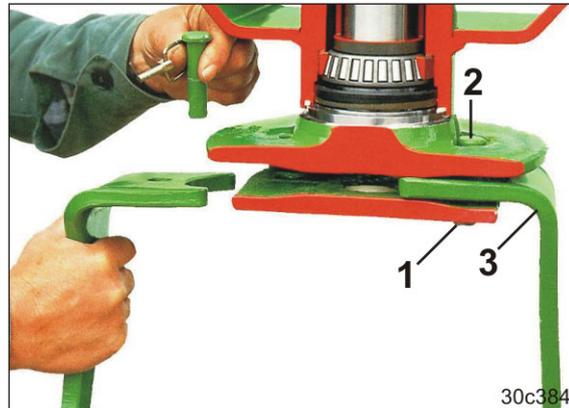

Fig. 162
2. Den Klapstecker (Fig. 162/1) entfernen.
3. Den Bolzen (Fig. 162/2) nach oben aus dem Werkzeugträger heraus schlagen.
4. Den Werkzeugzinken (Fig. 162/3) austauschen.